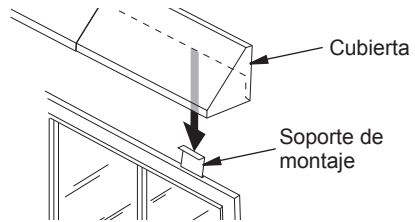

Figura 8 - Ubicación de la cubierta
- Ponga la cubierta sobre los soportes de montaje (consulte la figura 8).